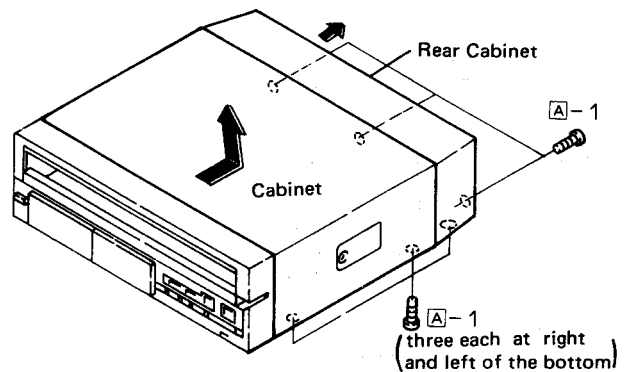

Figure 4-1
1. Remove five screws from the rear cabinet as shown in Fig. 4-1 and take the cabinet off by shifting it backwards. Then remove four screws from the cabinet (two each at right and left of the bottom) and take the cabinet off by shifting it backwards and then pulling it up.
1. Fünf Schrauben gemäß Abb. 4-1 vom Rückgehäuse entfernen und das Gehäuse zum Abnehmen zurückschieben. Dann vier Schrauben vom Gehäuse entfernen (je zwei auf der rechten und linken Seite an der Rückwand) und das Gehäuse zum Abnehmen zurückschieben und nach oben ziehen.
1. Retirer les cinq vis du coffret arrière comme le montre la Fig. 4-1 et enlever le coffret en le déplaçant vers l'arrière. Retirer ensuite les quatre vis du coffret (deux chaque à droite et gauche de la base) et ôter le coffret en le déplaçant vers l'arrière et puis en le tirant vers le haut.